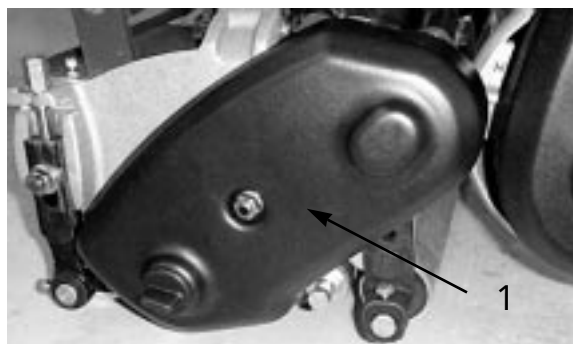

図 36
1. ベルト・カバー固定ネジ (図36) を外してベルトを露出させる。